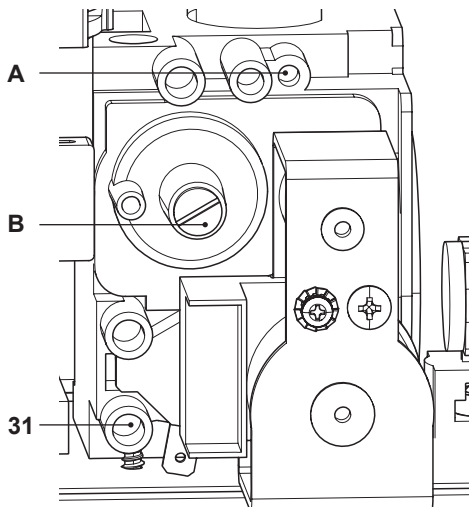

Figura 7.5
- Con la caldera apagada (fuera de servicio), compruebe la presión de alimentación usando la toma 31 en la Figura 7.5 y compare el valor indicado con los mostrados en la tabla Presiones de alimentación de gas de la sección "Datos técnicos", pág. 26.
- Vuelva a cerrar bien la toma de presión 31 en la Figura 7.5.
- Para calibrar el **CO2** de la caldera (presión del gas en el quemador) desenrosque completamente el tapón de protección de latón B y regule el tornillo Allen  $\varnothing$  4 mm situado debajo Figura 7.5: girando en el sentido de las agujas del reloj el **CO2** aumenta.
- Si los dos datos no coinciden, ajuste el tornillo de regulación de máximo RQ (A en la Figura 7.5) de la válvula de gas y calibre el **CO2** al valor indicado en la sección "Datos técnicos" en la tabla "Datos en agua sanitaria", pág. 26 (modelos M260.2025 SM/M) y pág. 29 (modelos M260.3035 SM/M). Girando en el sentido de las agujas del reloj, el **CO2** disminuye.